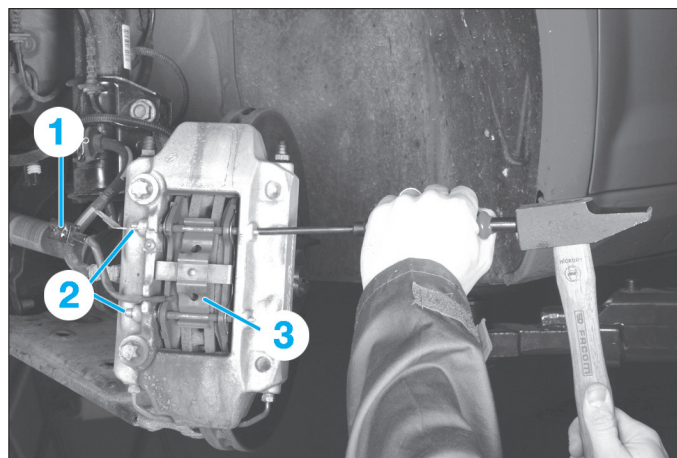

Fig. 1
- **Du côté gauche**, débrancher le connecteur (1) du capteur d'usure des plaquettes (Fig.1).
- Déposer les deux axes (2) et récupérer l'agrafe (3).